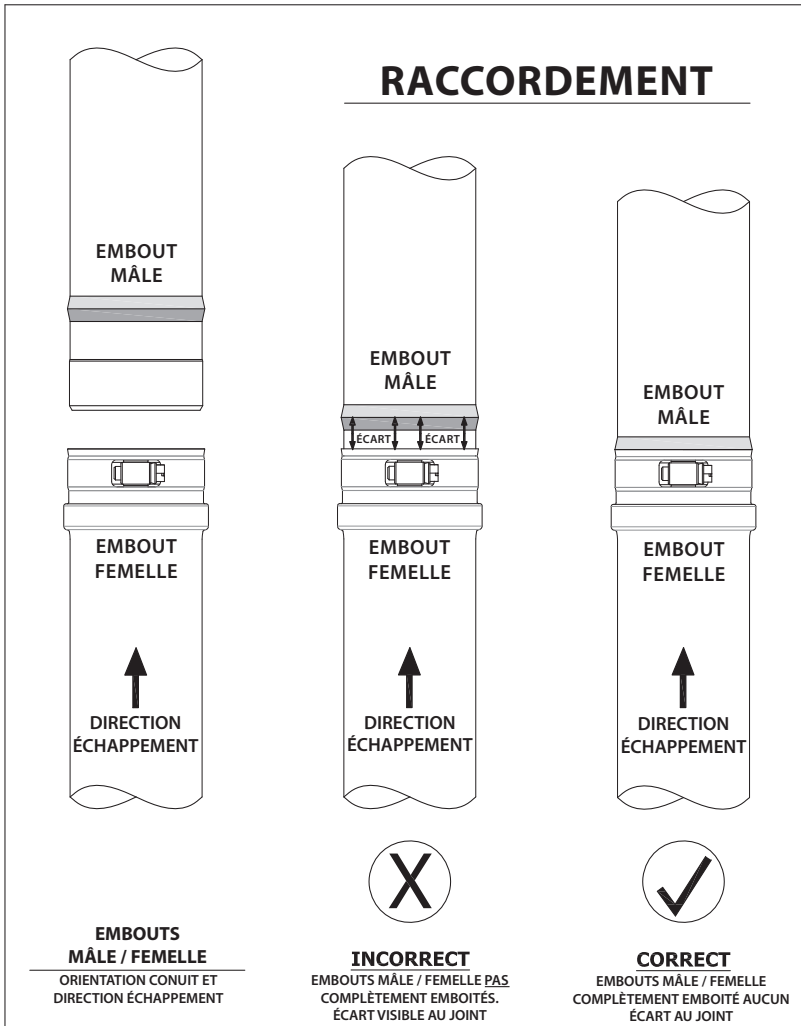
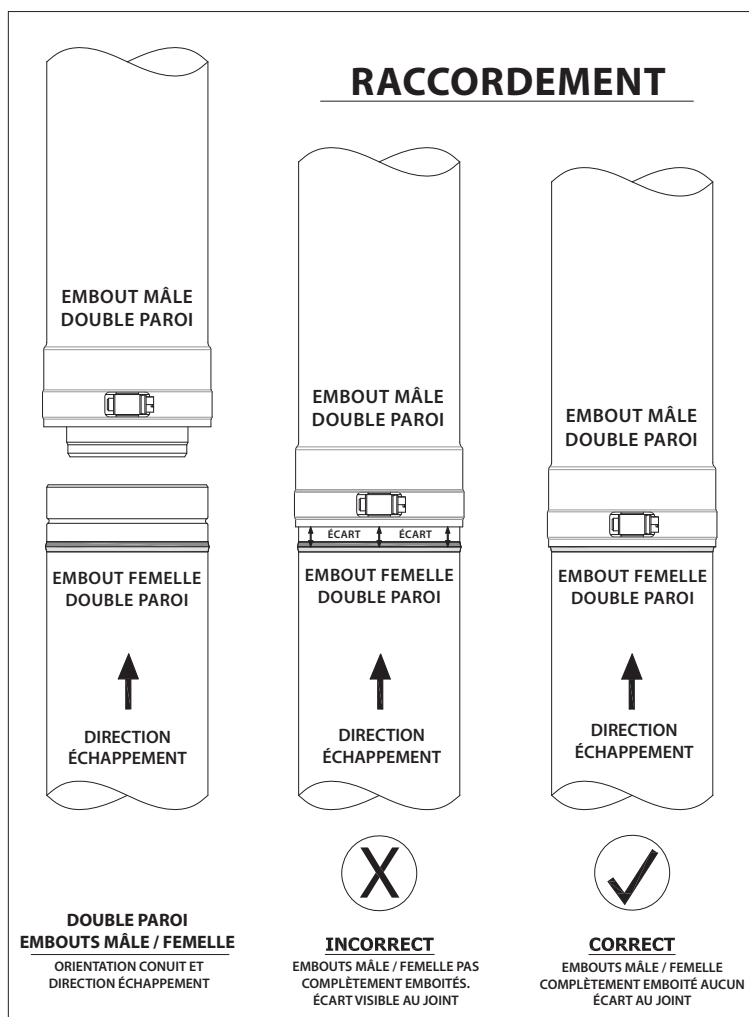

Figure 2
Figure 2a
1. Insérer l'extrémité mâle dans la section femelle. Pousser les unités l'une dans l'autre et les tourner jusqu'à ce que la moitié du bourrelet de l'extrémité mâle soit recouverte par le bord évasé de l'extrémité femelle. (voir **Figure 2** et **Figure 2a**). Ceci assure l'étanchéité à l'air nécessaire pour les appareils de catégorie II, III ou IV. Aligner les jointures des tuyaux d'évent et les orienter vers le haut dans toutes les applications horizontales.